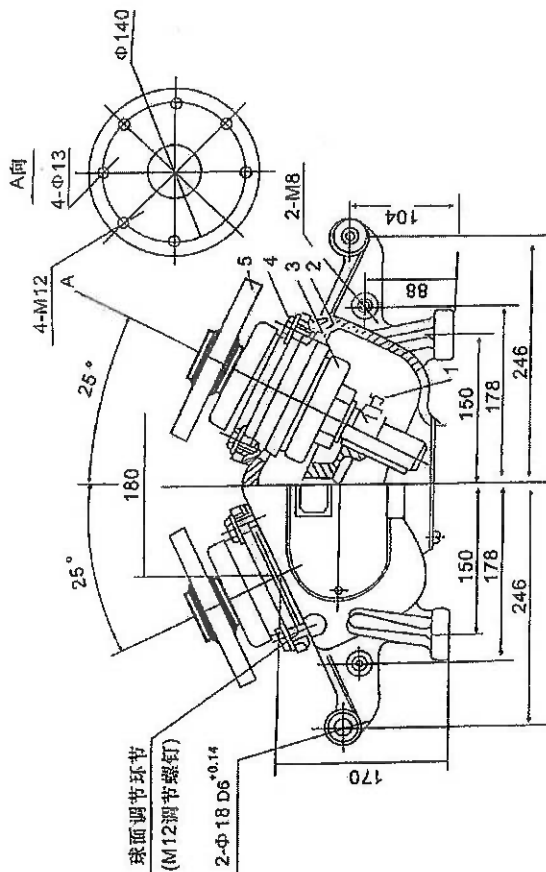

图1-2 底座
- (1) 改变三相连动拉杆的长度。
- (2) 利用底座上的球面调整环节 (图1-2所示), 松紧其周围的4个调整螺钉 (注意不要使瓷瓶柱向两侧倾斜, 要使两柱保持同一平面内), 此时必须注意底座内的伞齿轮的啮合情况, 必要时应重新移动伞齿轮的位置, 以保证转动灵活。
- (3) 触头上各接触点应全部接触, 若左右触头位置不正时, 可松开接线座上紧固导电杆的螺钉, 移动触头的相对位置, 并保证接触点的可靠接触。同时, 接触点的标记应位于对称中心, 然后再将螺钉拧紧, 并检测其回路电阻, 其数值见表1-4。进行上述调整时, 是在隔离开关两接线端都承受正常的母线拉力条件下, 应注意各部分的尺寸要求 (即无拉力下的尺寸要求)。
1) 底座部分(图1-2)